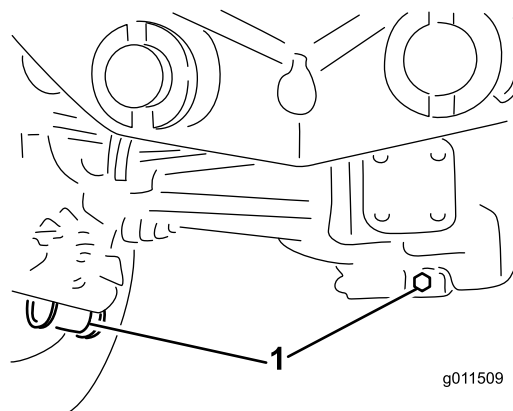

Figure 65
2. Nettoyez la surface autour des 3 bouchons de vidange, 1 à chaque extrémité et 1 au centre (Figure 65).